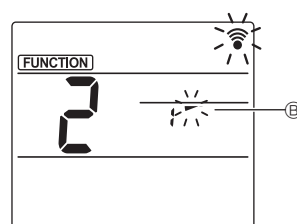

Fig. 3
③ Žaliuzių kampo parinkimas (Fig. 3)